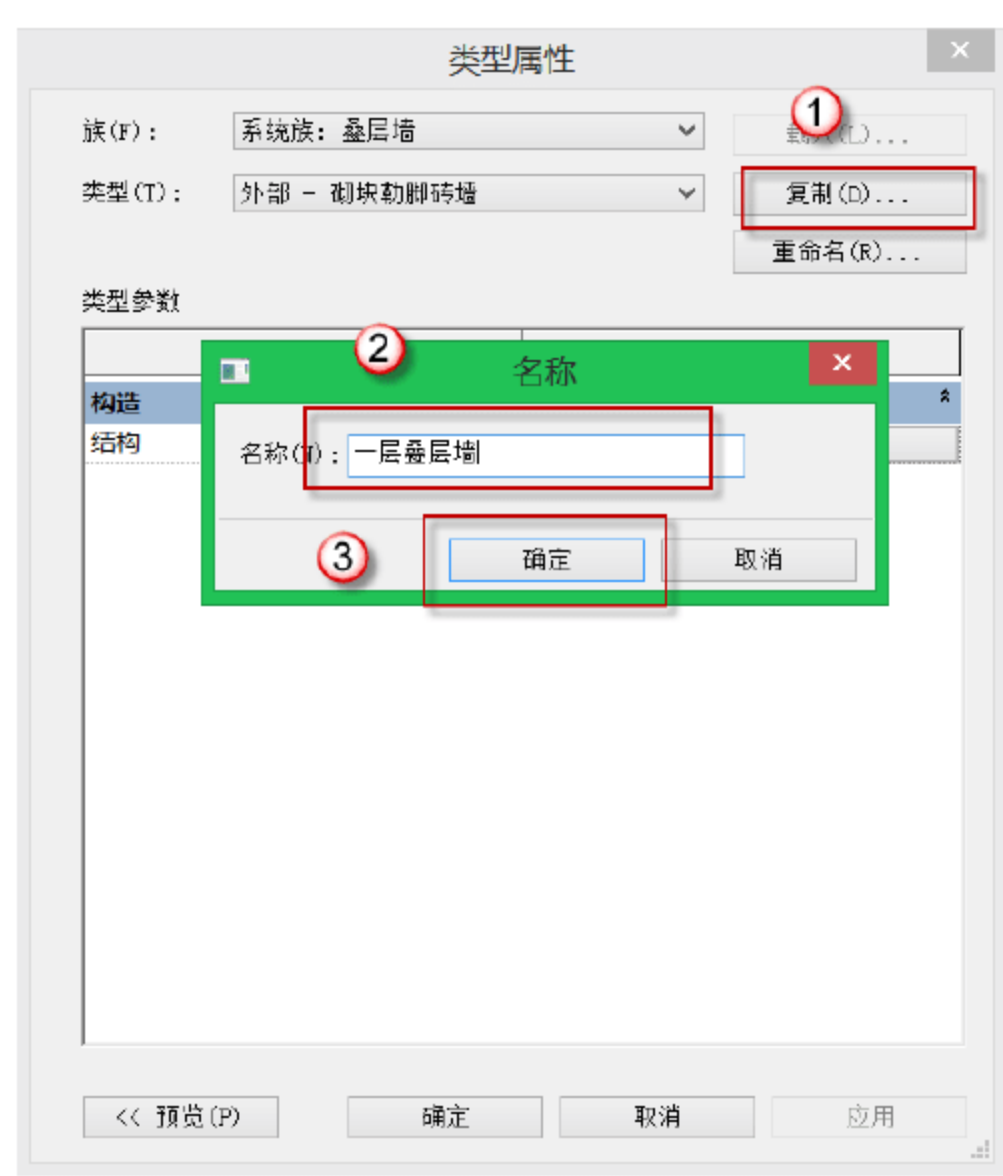

图 10.1.25 复制创建“一层叠层墙”
(2) 复制创建“一层叠层墙-300mm”族类型。单击“属性”面板中的“编辑类型”按钮，在弹出的“类型属性”对话框中单击“复制”按钮，在弹出的“名称”对话框中输入“一层叠层墙”作为新类型名称，单击“确定”按钮返回“类型属性”对话框，如图 10.1.25 所示。